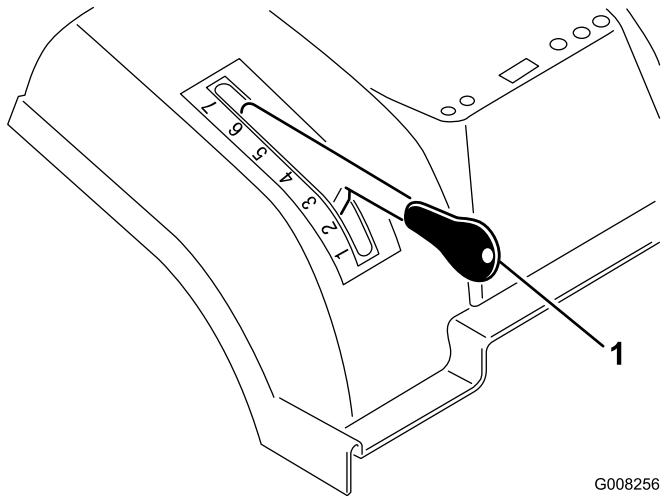

Figura 7
- Pulse y mantenga pulsado el botón de la palanca de ajuste de la altura de corte (Figura 7).